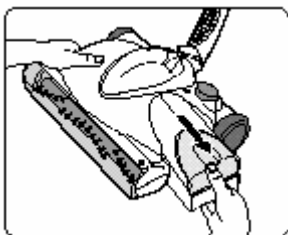

Fig. 6
1. Tirar del contenedor de polvo del costado de la base. (Fig.6)